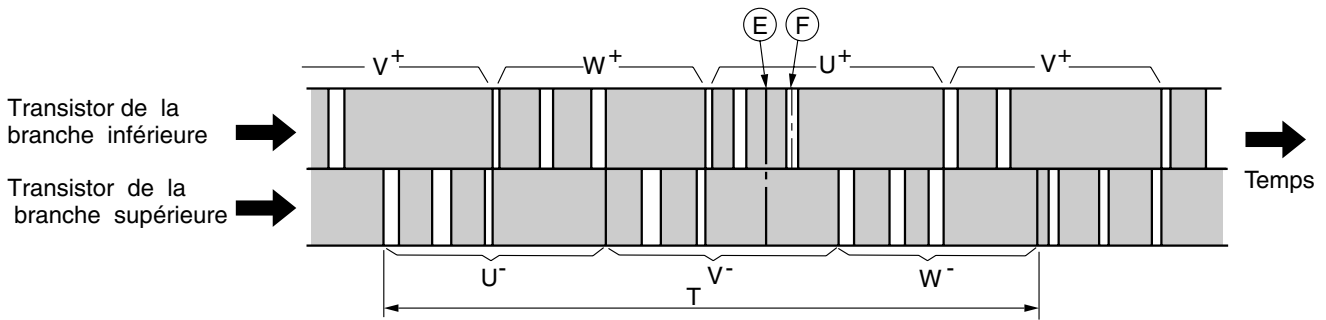

Fig. 3-2 Ordre de commutation du module d'alimentation
- Le temps T de la figure 3-2 représente la période de commutation, et la relation avec la vitesse de rotation (N) du compresseur est représentée par la formule suivante;